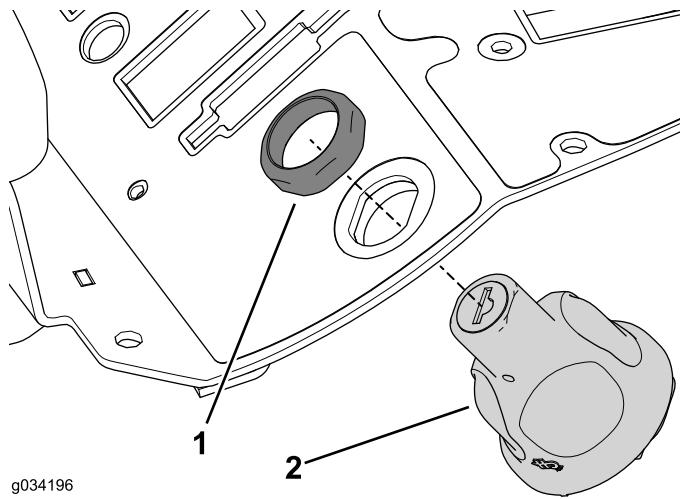

Bild 28
3. Befestigen Sie das Zündschloss mit der vorher entfernten Befestigungsmutter am Bedienfeld (Bild 28).